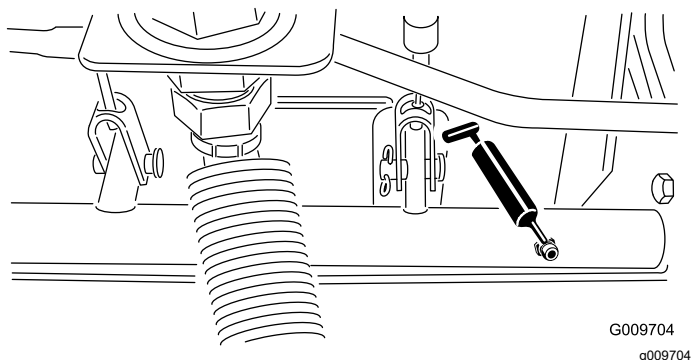

**Figura 81**
- Rulmeni de pivotare a arborelui de frână (5), aa cum se arată în Figura 81